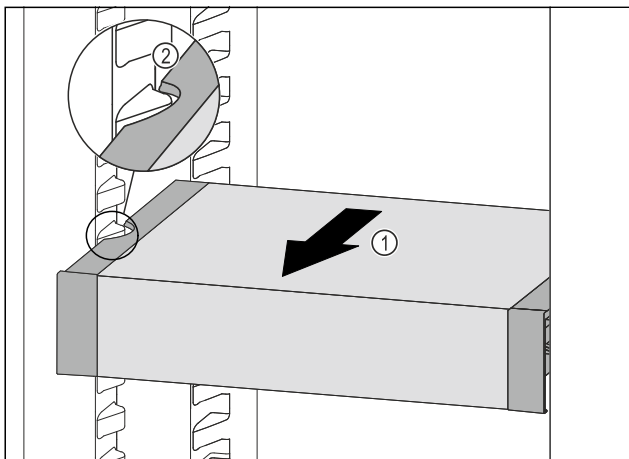

Fig. 105
- Tirer le VarioSafe vers l'avant Fig. 105 (1) jusqu'à ce que les encoches latérales du VarioSafe se trouvent au niveau de la nervure du bac dans la partie réfrigérateur. Fig. 105 (2)